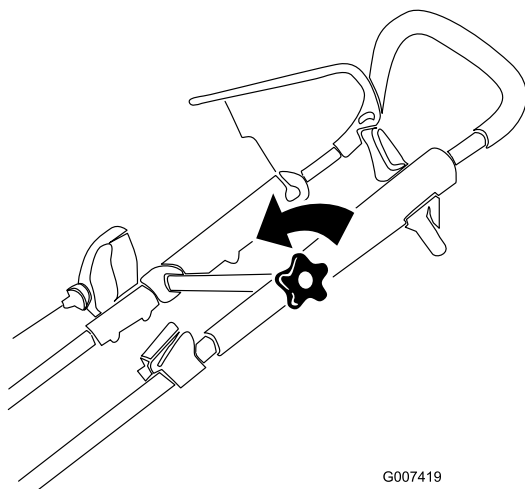

Figura 17
1. Allentate la manopola della sezione superiore della stegola (Figura 17).